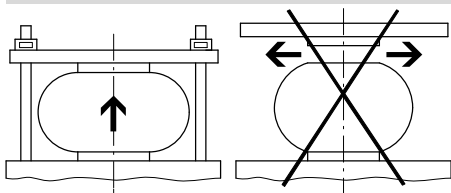

Fig. 2
- Убедитесь в том, что баллонный цилиндр не превышает максимальную высоту  $h_{\max}$ . Пример Fig. 2.